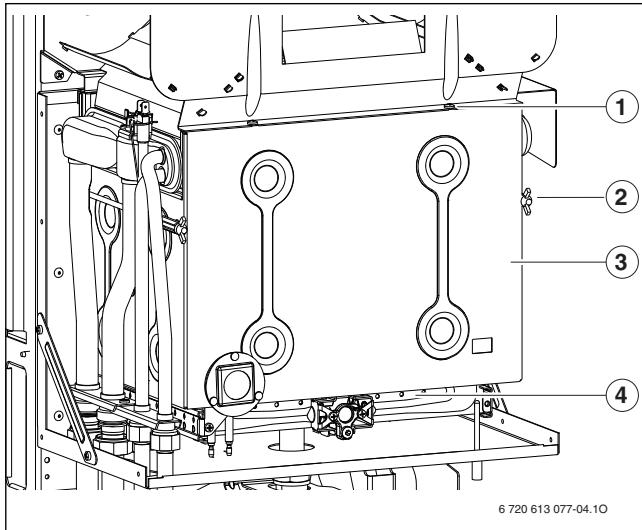

Рис. 37 Открывание горелки
- Снять переднюю стенку камеры сгорания и горелку (→ рис. 37).